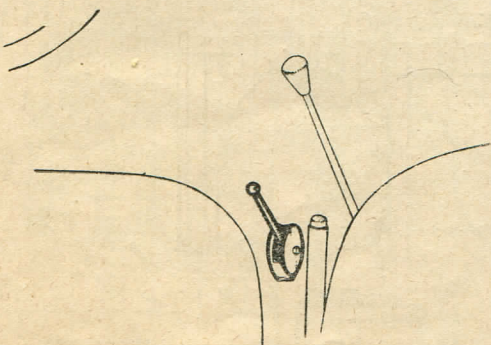

Fig. 17
c) Sur le plancher, fixer, à gauche du levier de vitesses, le système de commande d'avance à main (fig. 17).